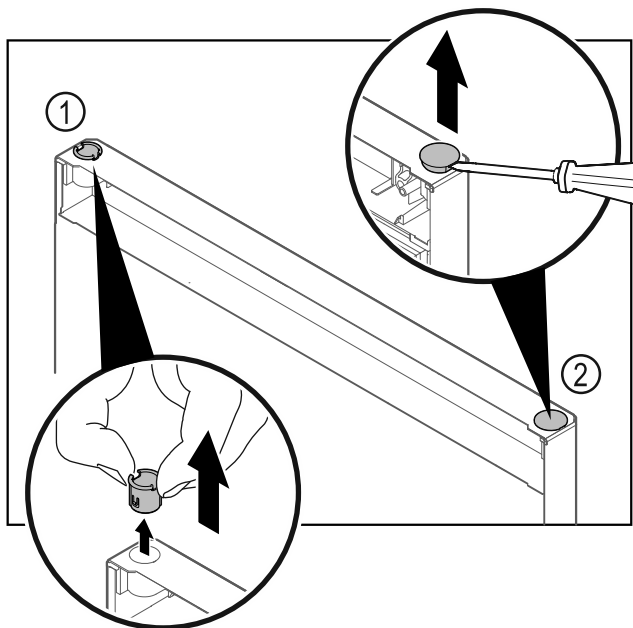

Fig. 22
- ▶ Wyjąć palcami tuleję zawiasu Fig. 22 (1).
- ▶ Zatyczkę ostionki Fig. 22 (2) ostrożnie podważyć przy pomocy śrubokręta płaskiego i wyjąć.